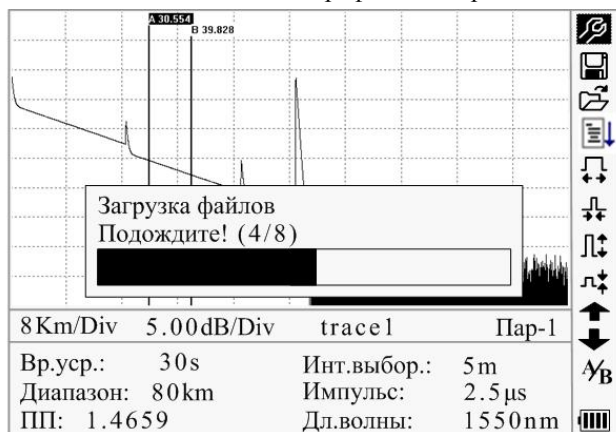

Рисунок 4-8. Загрузка сохраненных рефлектограмм в компьютер
- Включите рефлектометр 920XC и загрузите данные с помощью программы (рисунок 4-8).